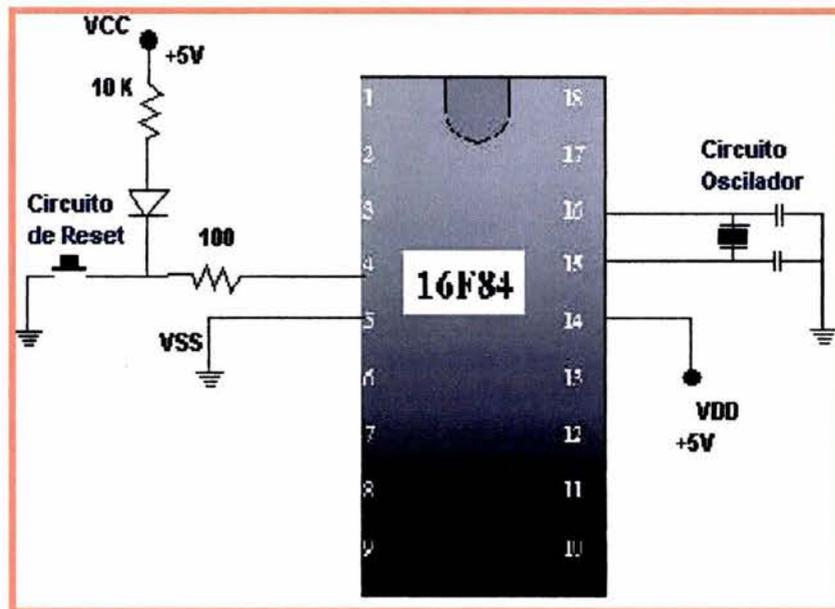

Fig. 3.2 HARDWARE NECESARIO EN TODA APLICACIÓN
- ❖ **Circuito Oscilador:** Este circuito (véase en Fig. 3.2) sirve para dar la frecuencia de operación del microcontrolador, y de esta manera establecer la velocidad de ejecución de las instrucciones, En la figura se observa un circuito oscilador formado por un cristal de cuarzo y 2 condensadores del orden de los picofaradios. También se puede hacer
- ❖ **Circuito de Reset:** Este circuito (véase en Fig. 3.2) es simplemente para reinicializar el programa dentro del PIC, al igual que una PC común que tiene su Reset.